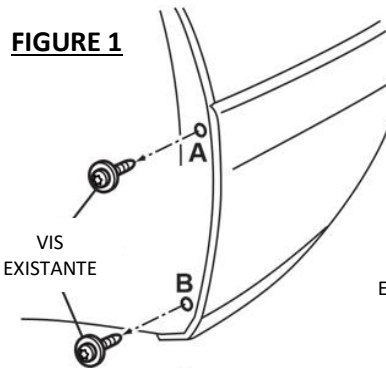

FIGURE 2
3. Place supplied bracket to vehicle and reinstall fastener at location (A). See figure 2.
- Placer le support fourni sur le véhicule et reposer la fixation à l'emplacement (A). **Voir la figure 2.**